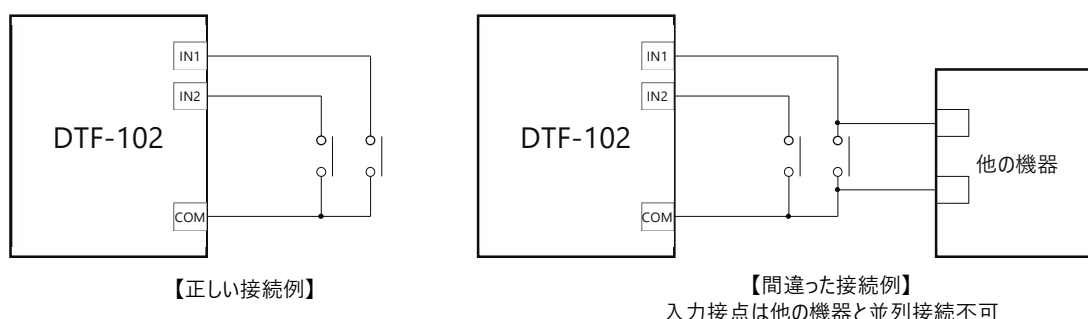

図 7-1 接点入力の配線例
- 入力接点を、他の機器と並列接続または直列接続で使用することはしないでください。(図 7-1) 受信器または他の機器が故障する場合があります。